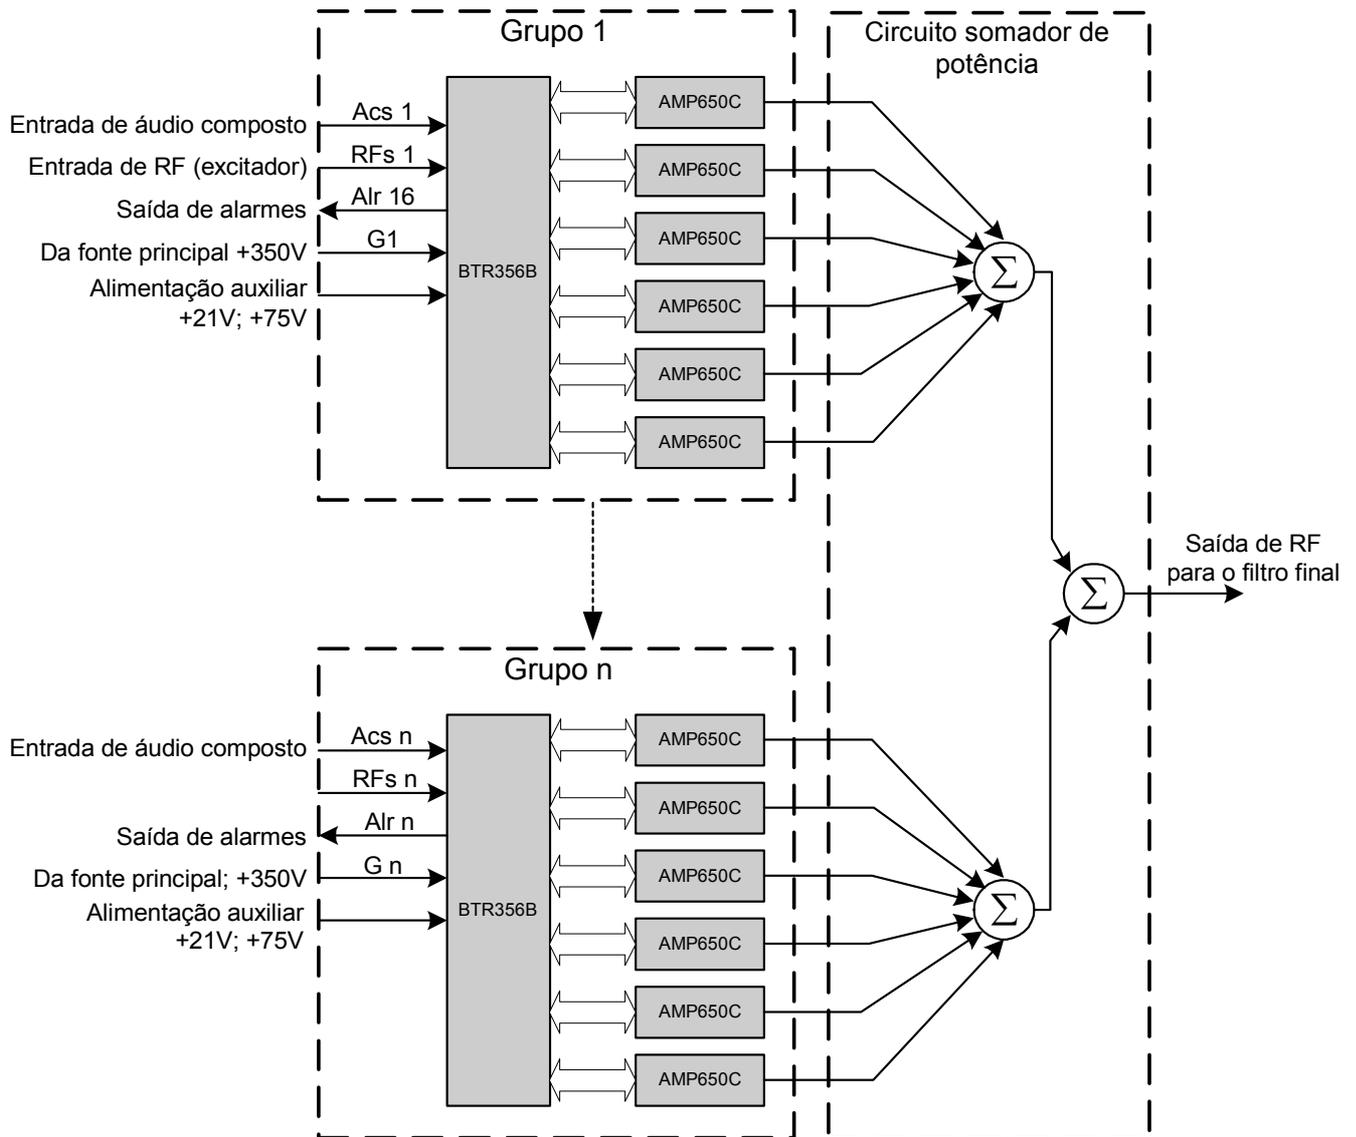

Figura 4.8.1
4.6 Interface BTR356B, grupos e somador de potência. Diagrama em blocos figura 4.8.1.
A figura 4.8.1, mostra o diagrama em blocos da associação de grupos de potência, que são as células macro da arquitetura dos transmissores BT. Cada grupo é formado por seis AMP650C e uma placa interface BTR356B. A placa interface BTR356B distribui a fiação impressa para os módulos e possui também o circuito de alarmes dos módulos; ver o diagrama esquemático da figura 4.8.2.